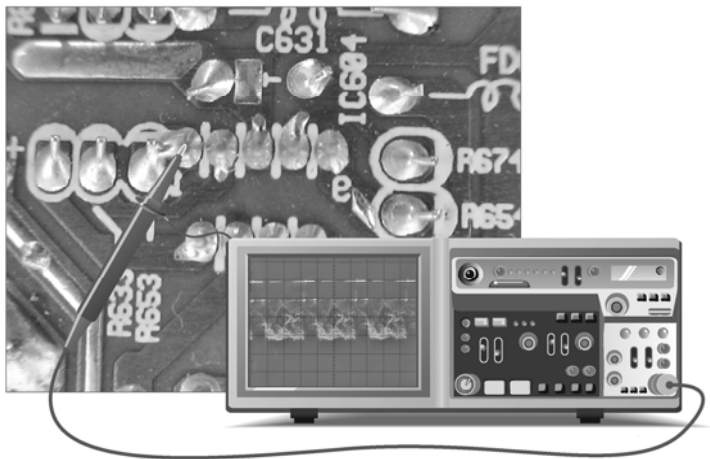

图 2-54 LM2435T①脚输出的 R 信号波形的检测
红基色 R 信号由 LM2435T 的①脚输出,检测时,首先将示波器接地夹接地,示波器的探头放到该引脚的焊点上,如图 2-54 所示。示波器的测量幅度设置为 0.5 V/DIV,示波器探头的衰减量为 1:10,则由如图 2-54 所示可知,示波器波形幅度约为 4 格,则 R 输出信号的峰值大约为 20 V (不含直流分量),这说明 R 信号输出是正常的。